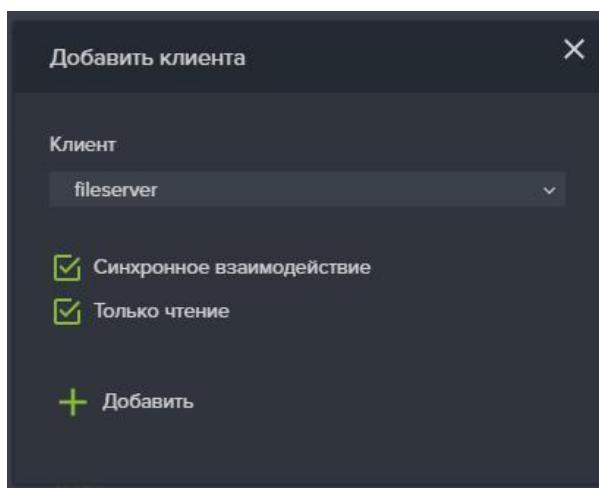

Рисунок 94. Добавить клиента к NFS папке.
4. Нажмите на кнопку «Добавить» клиента или «Добавить» группу, см. Рисунок 94, (предполагается, что вы уже настроили клиента в меню "Доступ");